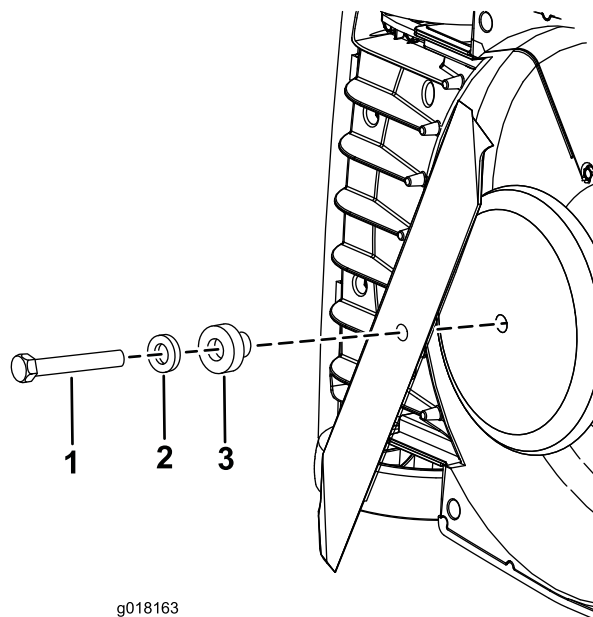

Figura 24
5. Retire el perno, la arandela y el espaciador, luego retire la cuchilla (Figura 24).
7. Sujete la cuchilla nueva con el perno, la arandela y el espaciador que retiró anteriormente (Figura 24).